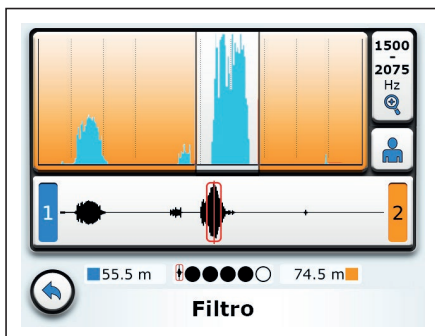

Fig. 26: Menú **Filtro**: Después de la adaptación manual, en el botón **Límites de filtrado** aparece el símbolo **Manual**.
5. Pulse **Atrás**. El receptor regresa al menú **Filtro**. En el botón **Filtro actual** se muestra el símbolo **Manual** (consulte el fig. 26).